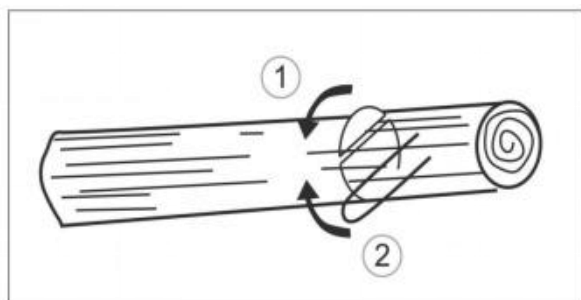

Fig. 22
9. En el caso de que el tronco se apoye en ambos extremos, primero corte desde la parte superior 1/3 del diámetro del tronco para evitar que se parta. Luego termine el corte desde abajo para que coincida con el primer corte, evitando atascos (fig. 22).